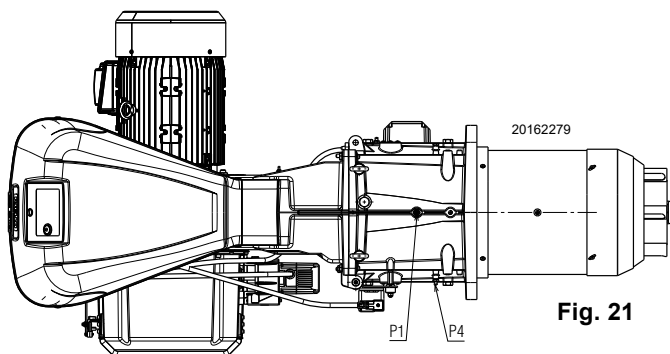

Fig. 21
Presión del gas medida en la toma P1)(Fig. 21), con:
- restar de la presión del gas en la toma P1)(Fig. 21) la presión en la cámara de combustión.
Presión del gas en la toma P1)(Fig. 21) = 27.6 mbar
En cambio para conocer la presión del gas que se necesita en el conector hembra P1)(Fig. 21), una vez fijada la potencia MÁX a la cual se desea que funcione el quemador:
- Leer a la derecha, columna 1, la presión en la toma P1)(Fig. 21).
presión necesaria en la toma P1)(Fig. 21).